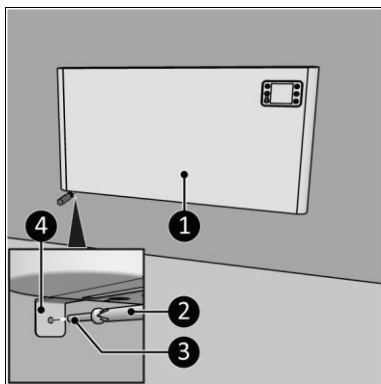

Figure 12
15. Vissez et serrez les supports de l'appareil (Figure 12, pos. 4) avec une grande vis (Figure 12, pos. 3) au mur à l'aide d'un tournevis Phillips (Figure 12, pos. 2).